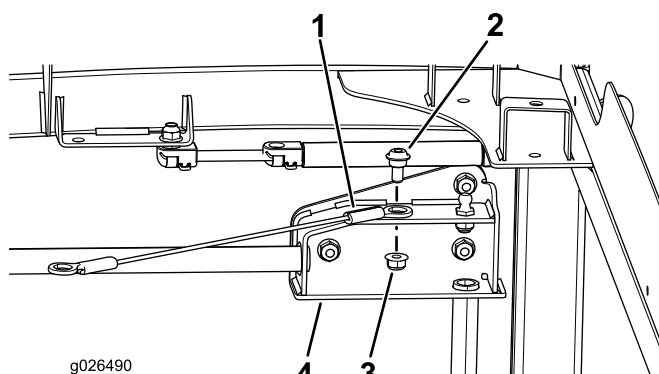

Рисунок 6
- Установите строп на петлю дверной двери с помощью болта с буртиком (5/16 x 1/2 дюйма) и контргайки (5/16 дюйма), как показано на Рисунок 6.